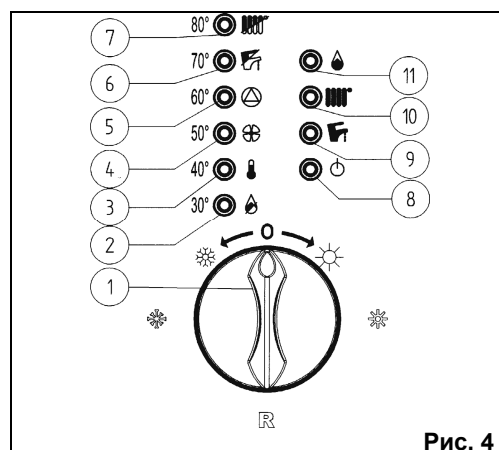

Рис. 4
**Внимание!** При первом розжиге горелка может загораться не сразу (пока не выйдет воздух из газовых труб), вызывая "блокировку" котла. В этом случае мы рекомендуем повторять процедуру зажигания, пока газ не дойдет до горелки. Для сброса блокировки ручку (1) кратковременно перевести в положение (R) (см. рис.4).
Рекомендуется заполнять систему отопления очень медленно для облегчения стравливания воздуха. При заполнении системы переключатель режимов (рис. 4, поз. 1) должен быть установлен в положение (0). В случае если давление котла часто падает, необходимо обратиться в обслуживающую организацию.
Для выключения котла необходимо прекратить подачу электропитания на аппарат. При переключателе режимов (рис.4, поз.1) в положении (0) котел находится в режиме ожидания, но при этом электрические части устройства находятся под напряжением.